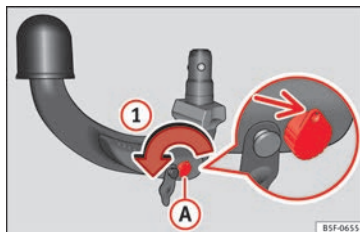

Bild 221 Steg 1
- Vrid nyckeln i pilens ① riktning tills nyckelns del med hål når det översta läget » **bild 221**.